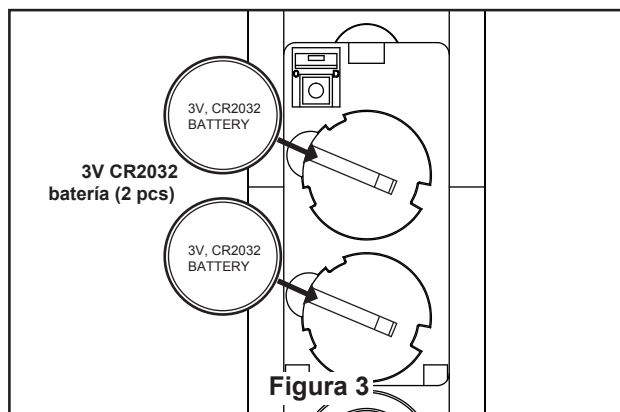

Figura 3
- 3.** Para que el ventilador sea funcional, instale las pilas (incluidas) de 23A/12V en el transmisor del mando a distancia. Mientras el ventilador esté apagado. A continuación, siga el proceso de fijación remota de código. Si no se utiliza el ventilador durante un largo periodo de tiempo, extraiga la batería para evitar cualquier daño al transmisor. Almacene el mando a distancia en un lugar alejado del calor o la humedad excesiva. (Figura 3)